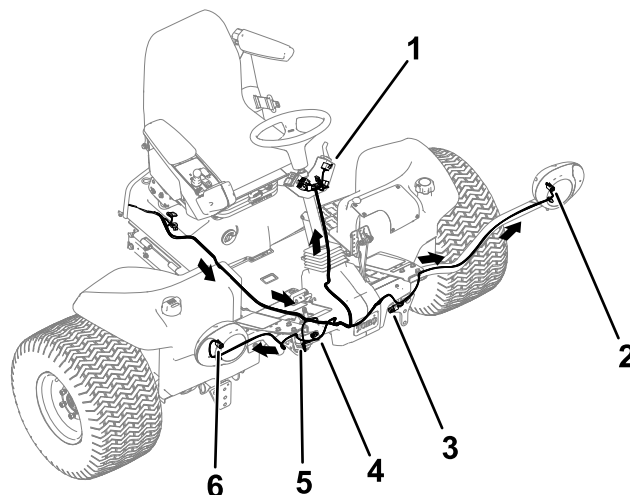

Bild 19
1. Verlegen Sie das vordere Ende des Kabelbaums unter der Bedienerplattform zur Vorderseite der Maschine (**Bild 19**).
2. Stecken Sie jeden Kabelbaumanschluss durch die entsprechende Scheinwerferhalterung und schließen sie am Scheinwerfer an (**Bild 19**).
3. Stecken Sie das Kabelbaumkabel mit den zwei Anschlüssen in die Hupe (**Bild 19**).
5. Stecken Sie die Kabelbaumanschlüsse für das Beleuchtungskit in die Scheinwerfer in der Haube (**Bild 19**).
8. Verlegen Sie den Kabelbaum zur Säulenhaltung an der Lenksäule (**Bild 19**).